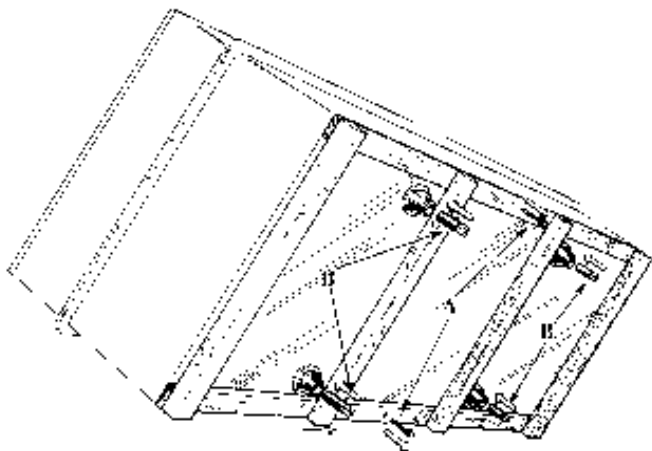

Рисунок 4
- Для обеспечения эффективной работы выставить прилавок горизонтально по уровню и поместить подальше от источников тепла (нагревательных устройств, печей, солнечных лучей) (рисунок 4).